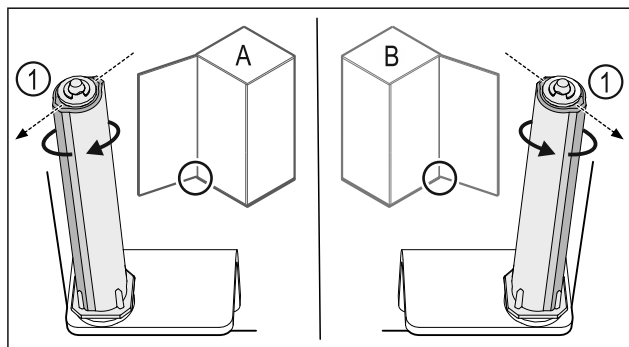

Fig. 46 Battuta di arresto sinistra (A) / battuta di arresto destra (B)
- Ruotare il sistema di chiusura in opposizione alla resistenza, fino a quando la staffa del sistema di chiusura Fig. 46 (1) non punta verso l'esterno.